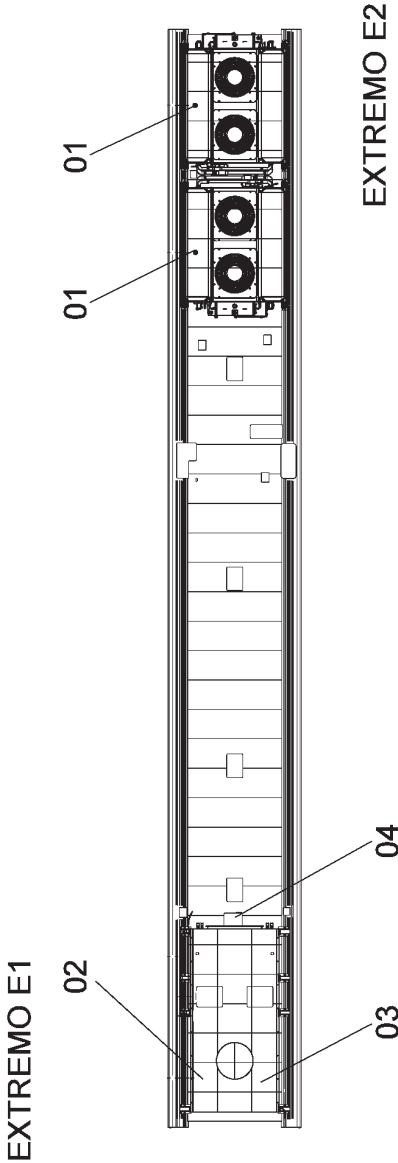

Figura 2-11. Coches motores M1 y M2
2.4.1 Coches motores M1 y M2 (figura 2-11)